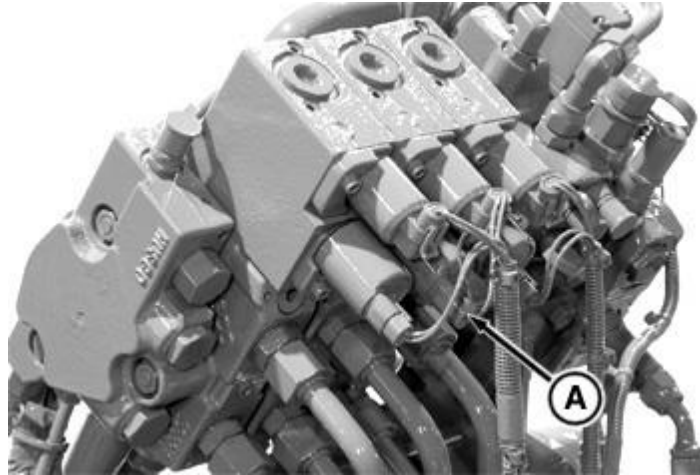

Рис. 9.38. А-З'єднувальний роз'єм соленоїда
Знайти і відключити з'єднувальний роз'єм соленоїда регулювання витрати SCV II (A) (рис.9.38).